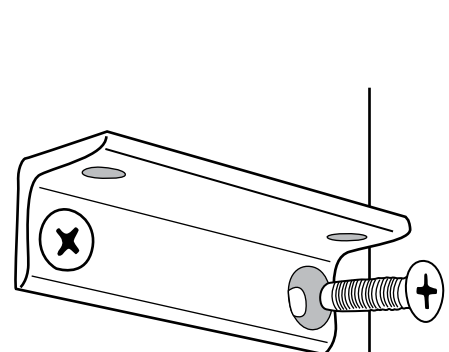

Figura 4
Una vez perforados los cinco agujeros, sujete los cuatro soportes para instalar el panel con cuatro (4) tornillos avellanados de cabeza Phillips que se enroscan y de acero inoxidable #10, que se proveen (Vea la Figura 4).
Primero, asegúrese que la energía esté desconectada del cableado de alimentación. Luego, conecte en forma segura el alambre de fuente positiva de alimentación al conductor rojo ubicado en la parte de atrás de la Powerhouse. Luego conecte en forma segura el alambre de fuente negativa de alimentación al conductor negro ubicado en la parte de atrás de la Powerhouse. La Powerhouse se sujeta al mismo soporte con cuatro (4) tornillos de cabeza Phillips de cono aplanado de acero inoxidable #10 incluidos en su juego de instalación (Figura 4). Usted deberá presionar ligeramente para comprimir las cuatro almohadillas de caucho anti-vibración que están en la parte inferior de la Powerhouse para poder asentar los tornillos correctamente. La instalación está ahora completa.